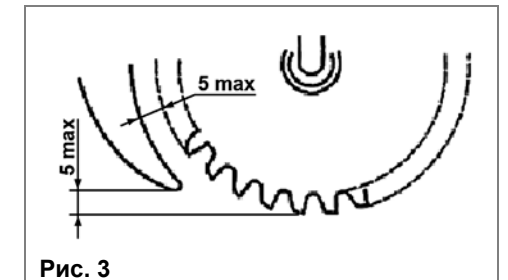

Рис. 3
7.1.7. После каждой замены пильного диска (3) необходимо проверять зазор
между распорным клином (5) и пильным диском (3) согласно Рис. 3. Если данное требование невыполнимо, пильный диск (3) необходимо заменить на новый, диаметром не менее указанного в разделе 2 данного «Руководства».